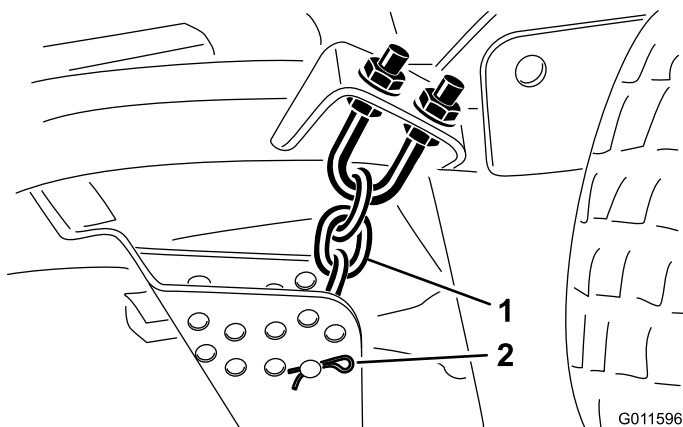

Figure 3
1. Enlevez les goupilles fendues et les axes de chape qui fixent les chaînes de hauteur de coupe à l'arrière du plateau de coupe (Figure 3). Mettez les goupilles et les axes de côté en prévision du montage sur le nouveau plateau avant.